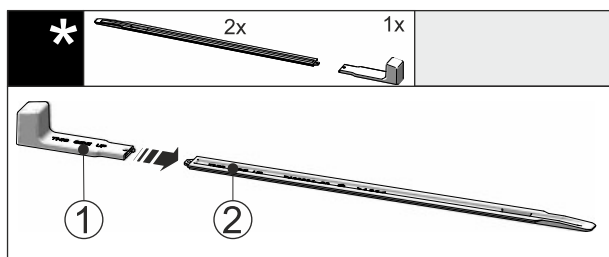

Fig. 42
- Montážní úchyt Fig. 42 (1) připevněte k nivelační liště Fig. 42 (2).